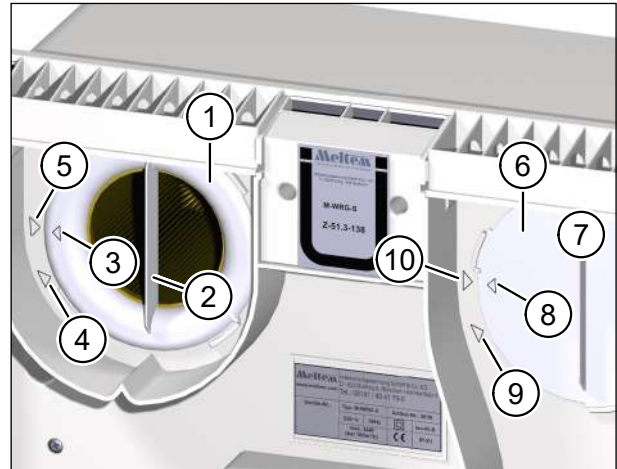

Abb. 5: Gebrauchte Luftfilter entfernen
- ▶ Drehen Sie den Filterring (Pos. 1 in Abb. 5) an der Griffleiste (Pos. 2 in Abb. 5) gegen den Uhrzeigersinn, bis der Pfeil am Filterring (Pos. 3 in Abb. 5) auf den Pfeil der Entnahmeposition (Pos. 4 in Abb. 5) zeigt.
- ▶ Drehen Sie den Filterdeckel (Pos. 6 in Abb. 5) an der Griffleiste (Pos. 7 in Abb. 5) gegen den Uhrzeigersinn, bis der Pfeil am Filterdeckel (Pos. 8 in Abb. 5) auf den Pfeil der Entnahmeposition (Pos. 9 in Abb. 5) zeigt.